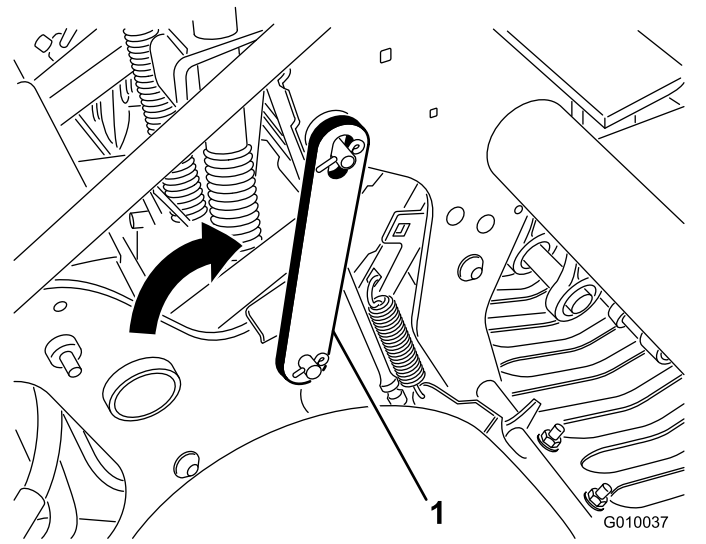

Figura 21
4. Gire el fiador de mantenimiento hacia atrás y sitúelo sobre el perno del cabezal de perforación (Figura 21). Sujete el cerrojo con el anillo de retención.